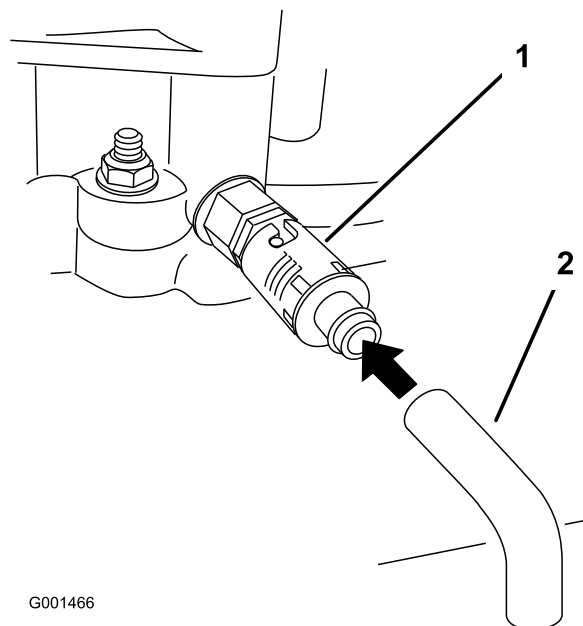

Figure 30
5. Placez un bac sous le flexible de vidange. Tournez le robinet de vidange d'huile pour permettre à l'huile de s'écouler (Figure 30).
7. Enlevez le flexible de vidange (Figure 30).